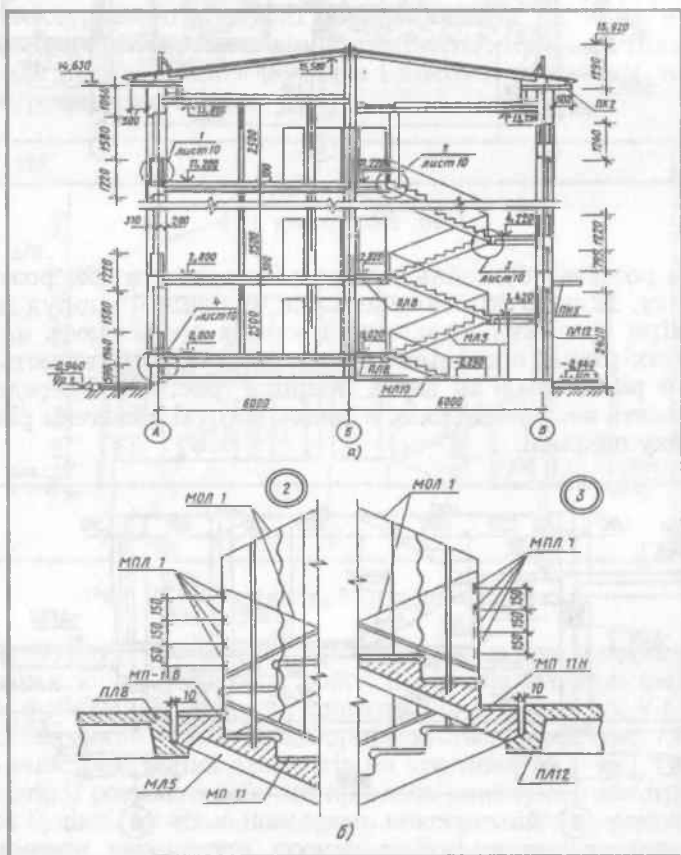

Рис. 24. Розріз 2–2
1. Виконайте самостійно креслення плану будівлі у послідовності, зазначеній на рис. 24.
5. Для монтажу розташованих вище сходових маршів і площадок призначений розріз 2–2 по сходах і зображення у збільшеному масштабі вузлів 2, 3 з усіма деталями (рис. 24).